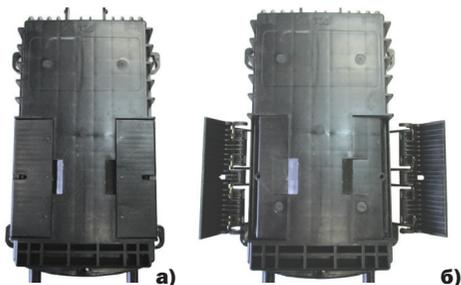

Рисунок 3
- 2 Отжав поворотные петли (защелки) (рисунок 3 а), откинуть крышку муфты (рисунок 3 б).